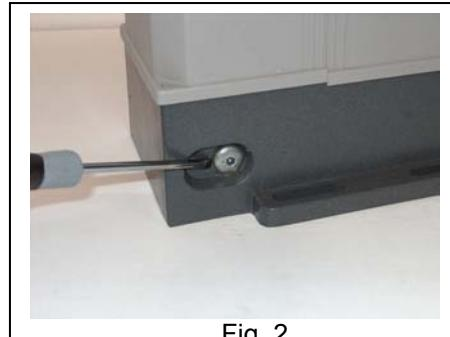

Fig. 2
2. ① Con un cacciavite estrarre il nottolino svincolo dalla sua sede (fig.2).
② Using a screwdriver, pull the release system out of its slot (fig. 2).
③ Avec un tournevis faire sortir le deverouillage de sa place (fig.2).
④ Ziehen Sie mit einem Schraubendreher die Rastnase für die Entriegelung aus ihrem Sitz (Abb. 2).
⑤ Con un destornillador extraer la tapa de desbloqueo de su alojamiento (fig. 2).